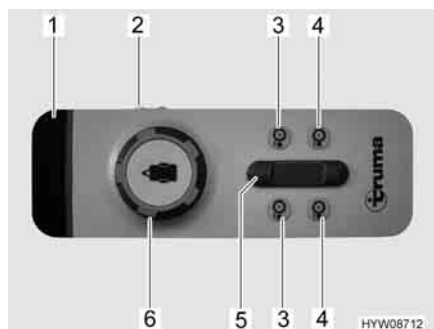

Fig. 15 Telecomando
Il veicolo viene comandato tramite un pomello girevole e un regolatore a scorrimento posizionati sul telecomando (Fig. 15). La seguente tabella descrive la funzione dei singoli elementi di comando/indicazione:
- Spostare l'interruttore a scorrimento (Fig. 15,2) del telecomando su "ON". Il LED verde 4 (Fig. 15,1) lampeggia per circa 5 secondi, quindi rimane acceso. Il sistema di manovra è ora pronto all'uso.
- Su entrambi i lati, avvicinare i rulli di trasmissione alle ruote, premendo contemporaneamente gli appositi tasti (Fig. 15,4) per circa 3 secondi.
- Spostare il veicolo nella posizione desiderata tramite il pomello girevole (Fig. 15,6) e il regolatore a scorrimento (Fig. 15,5). Il veicolo viene movimentato e frenato senza problemi.
- Sui due lati, ruotare i rulli di trasmissione retraendoli dai pneumatici. A tale scopo, premere gli appositi tasti (Fig. 15,3) per circa 3 secondi.
- Spostare l'interruttore a scorrimento (Fig. 15,2) del telecomando su "OFF".